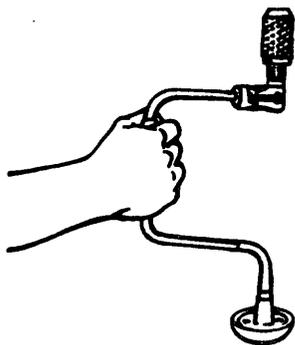

Fig. 1
- 3º paso *Agarre el berbiquí por la manija con una mano (fig. 1).*